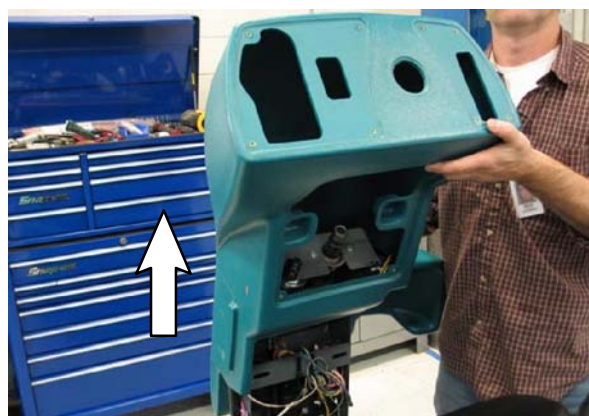

FIG. 11
10. Déposez la protection. (Fig. 11 / Fig. 7)